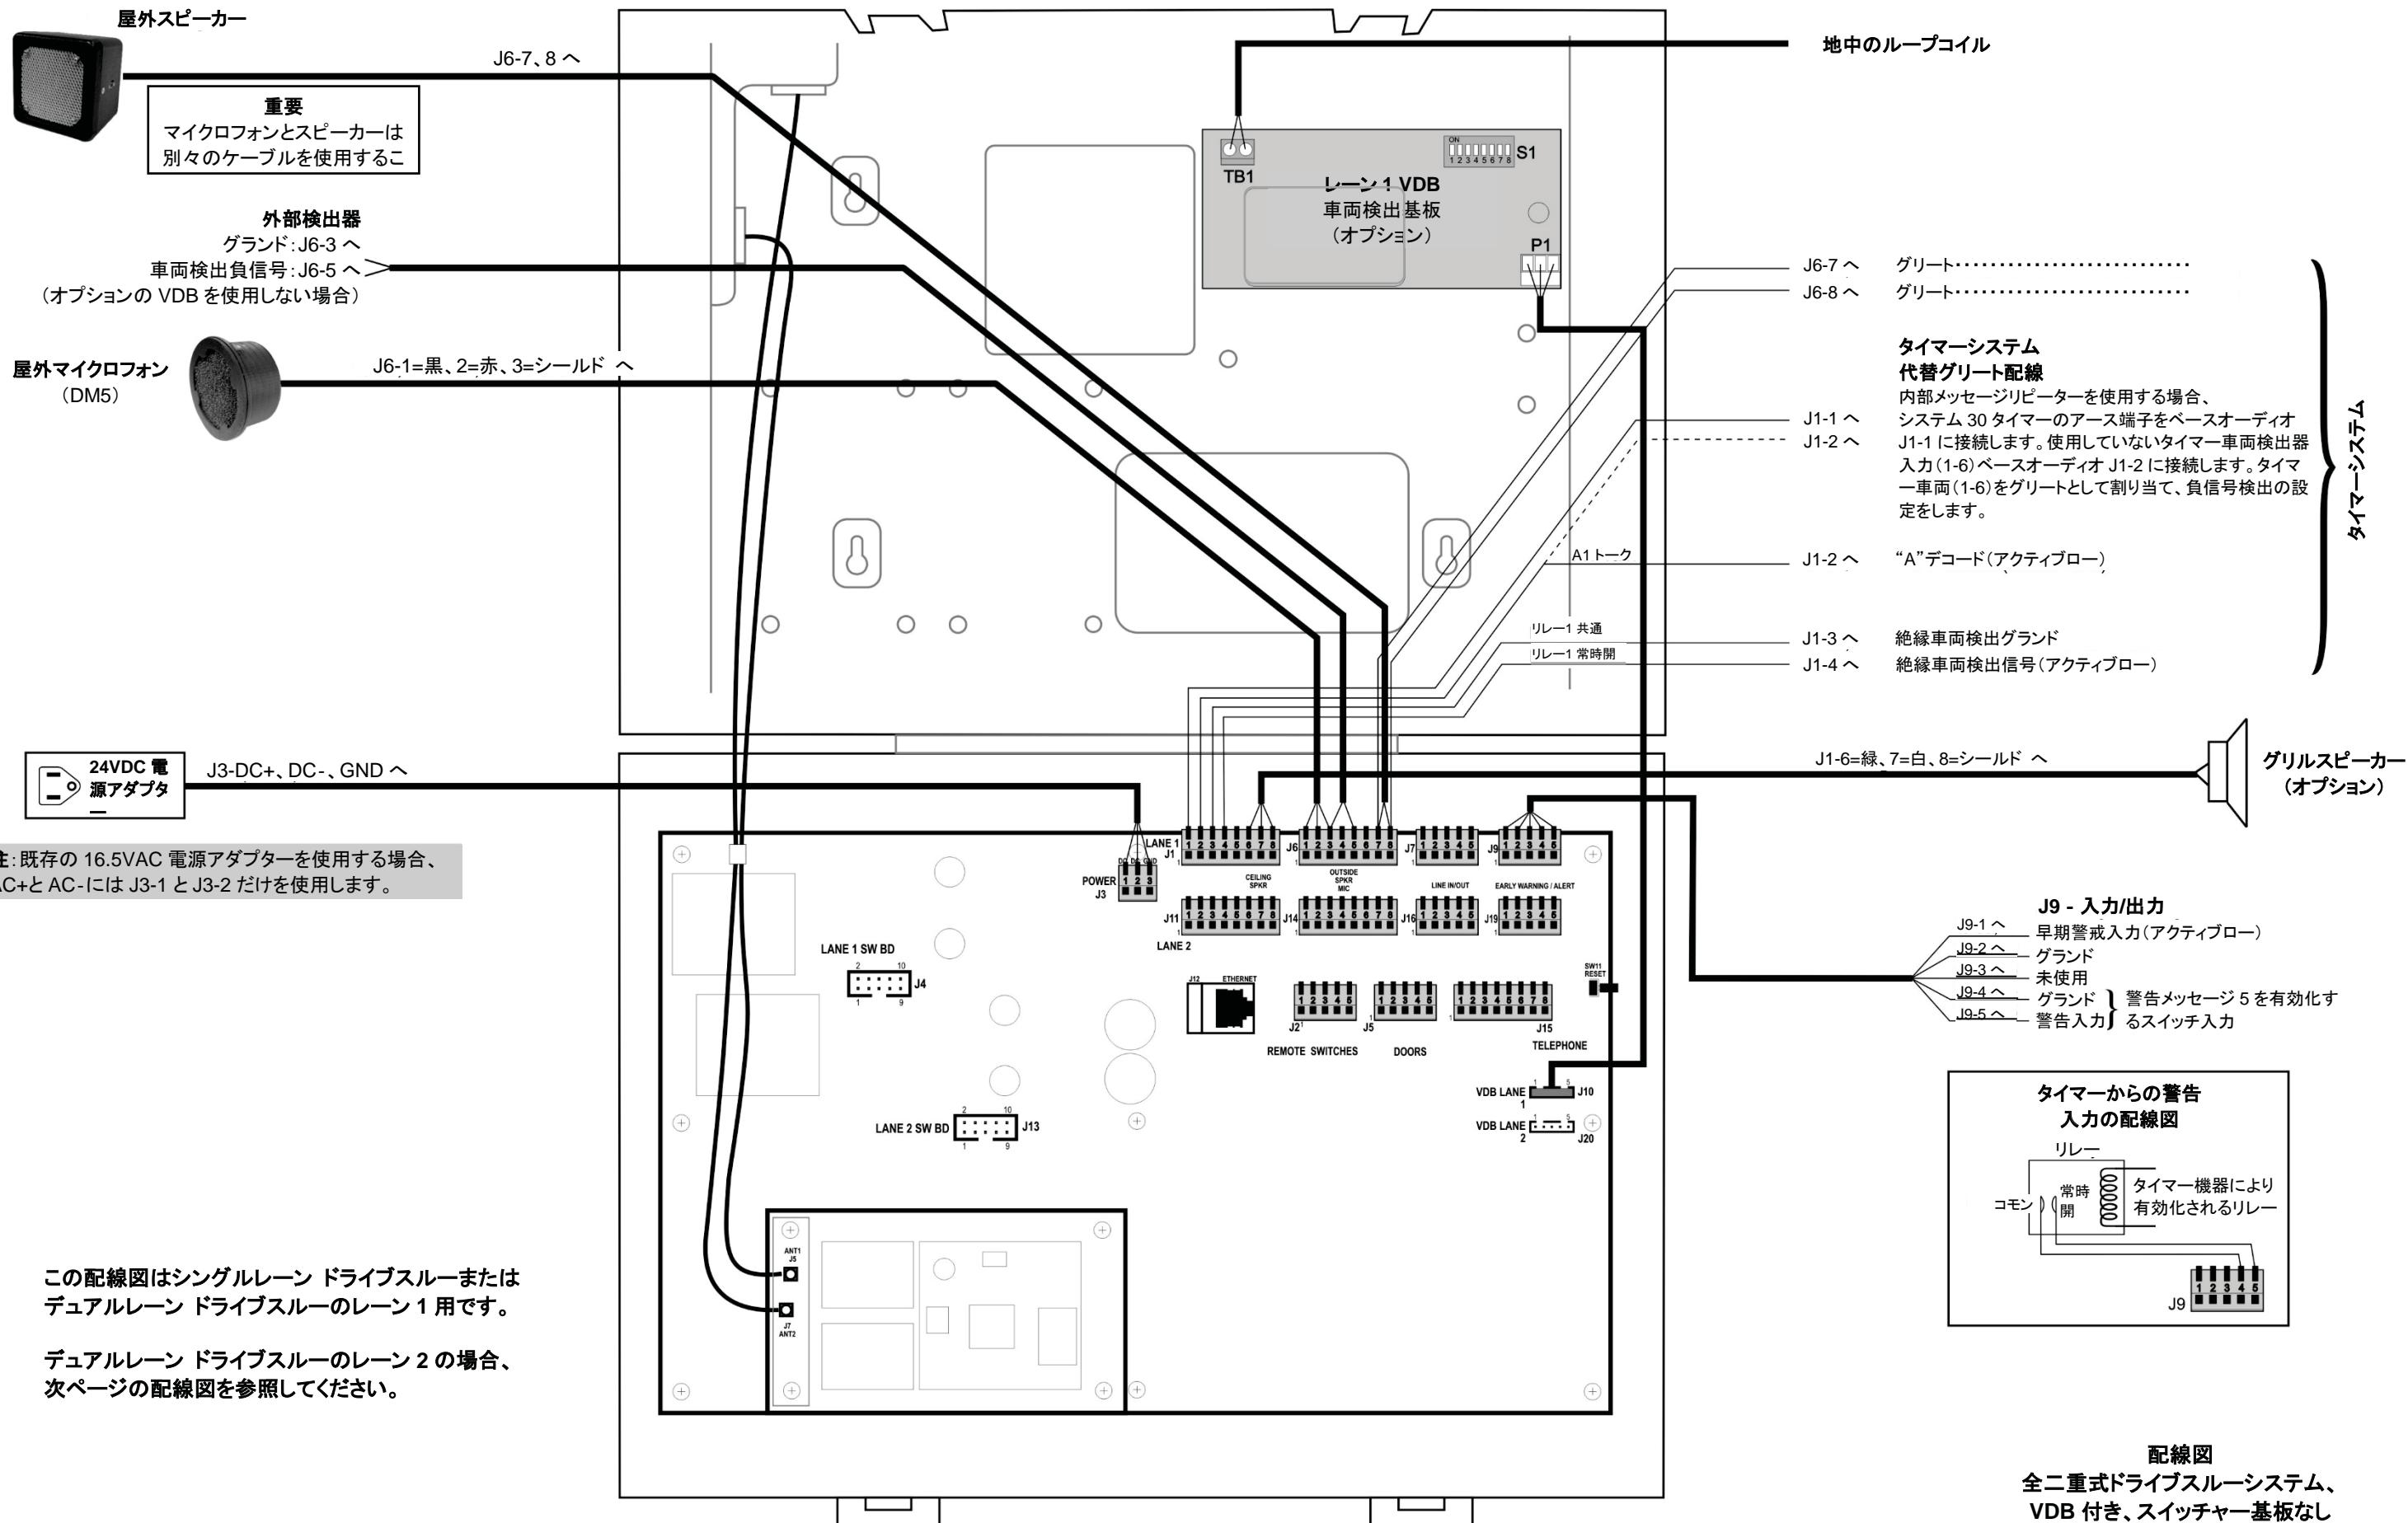

図 26
- ページ 88、図 26 — (レーン 1 またはシングルレーンの接続)